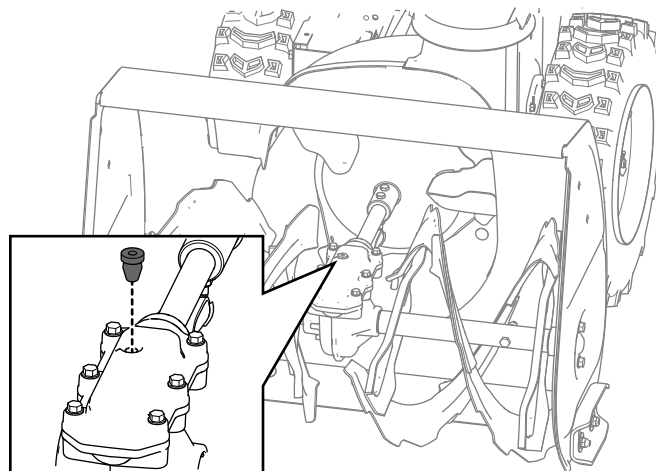

Figure 38
2. Nettoyez la surface autour du bouchon de tuyau et retirez le bouchon de tuyau du boîtier d'engrenages (Figure 38).